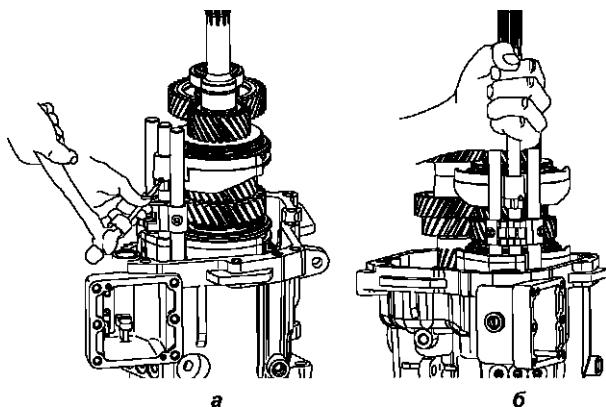

Рис. 6.12. Снятие и установка штоков переключения передач
12. Используя бородок с тонким цилиндрическим концом, выпрессуйте блокировочные штифты вилок переключения передач (рис. 6.12 а). Снимите штоки переключения передач (рис. 6.12 б).